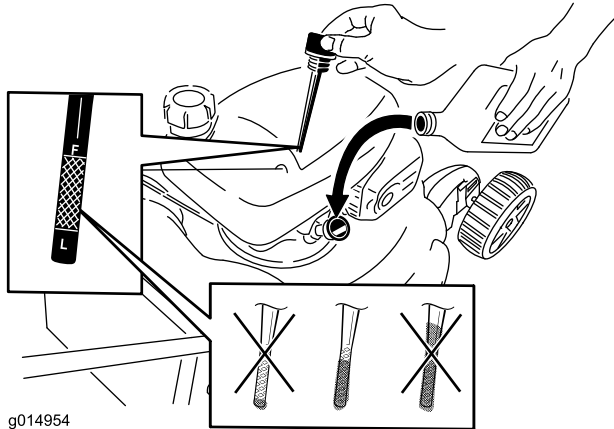

Figura 16
2. Retire la varilla (Figura 16).
5. Retire la varilla y observe el nivel de aceite; consulte Figura 16.
- Si el nivel de aceite es demasiado bajo, añada una pequeña cantidad de aceite lentamente por el tubo de llenado y repita los pasos 3 a 5 hasta que el nivel del aceite sea correcto, según se muestra en Figura 16.